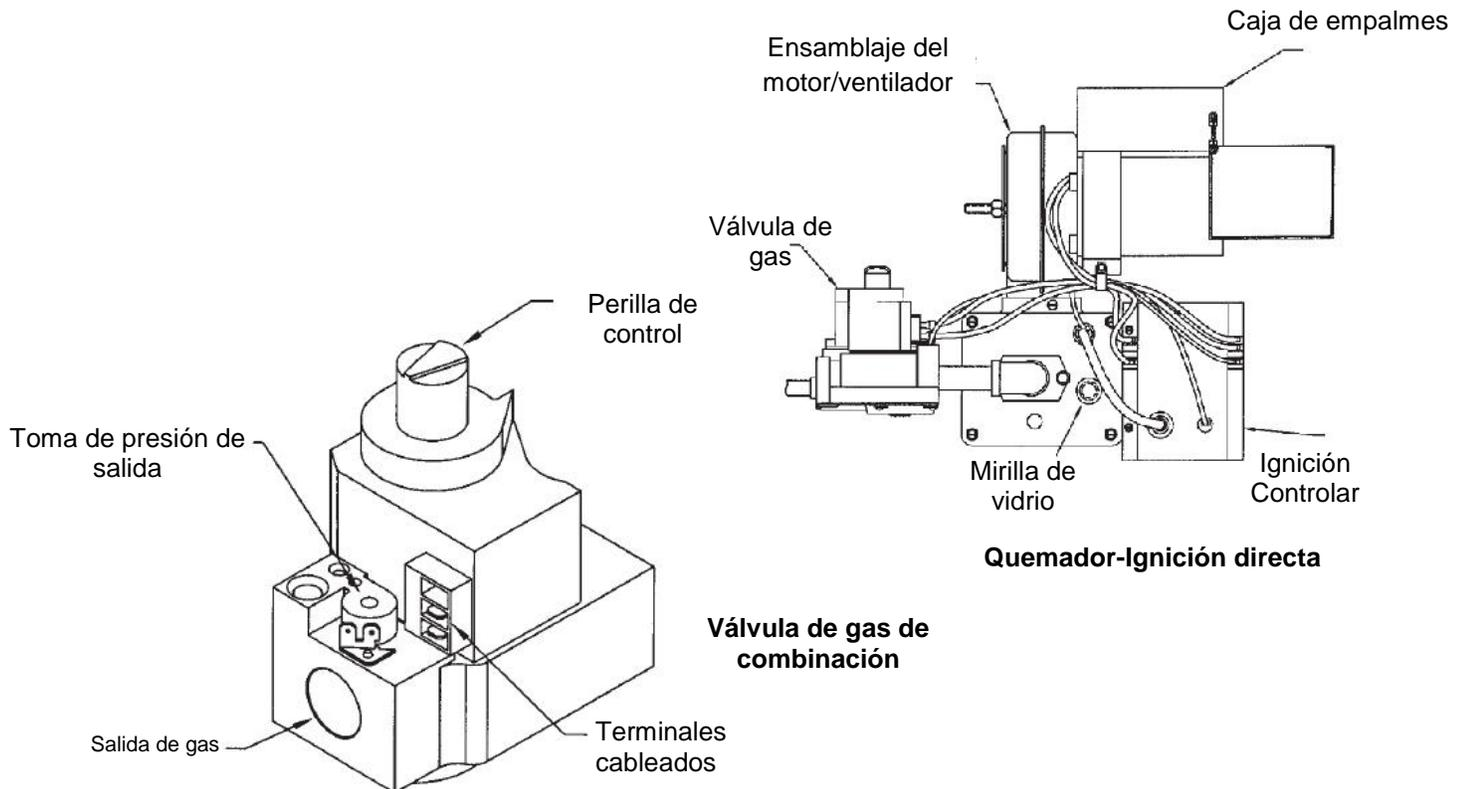

FIGURA 13
1. Presione la perilla de control de la válvula de gas en la válvula de gas de combinación y gírela a "OFF" (Ver Figura 13).